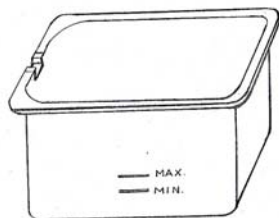

Fig. 2
- Le niveau d'huile doit toujours être maintenu entre le minimum (11,5 tasses / 2,75 litres) et le maximum (14 tasses / 3,5 litres) indiqués à l'intérieur du récipient d'huile. Vérifier le niveau de l'huile avant chaque usage. Pour obtenir les meilleurs résultats, conserver l'huile à un niveau rapproché du maximum (14 tasses / 3,5 litres). Fig. 2